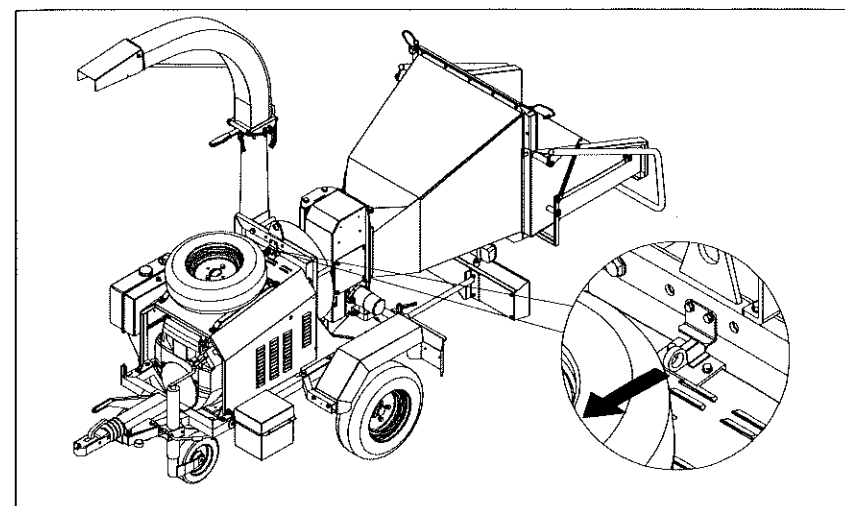

Fig. 12
- Abrir el capó del motor desenganchando el gancho de seguridad (Fig. 12).